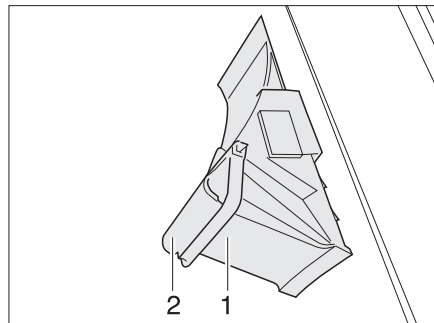

Fig. 15 Cale de roue
- Pousser l'étrier de fixation (Fig. 15,2) vers le bas.
- Retirer la cale de roue (Fig. 15,1) du support.